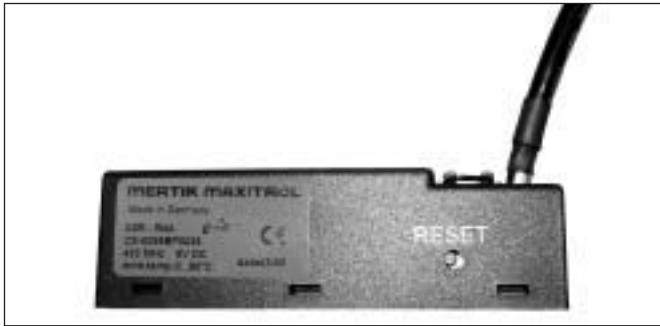

fig. 31
- Druk de reset-knop op de ontvanger in totdat u achtereenvolgens twee geluidssignalen hoort (zie fig. 31).